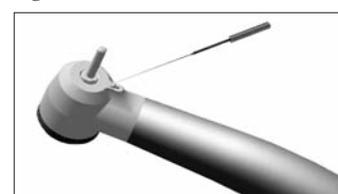

fig. 9
**Débouchage des conduites de spray fig. 9**